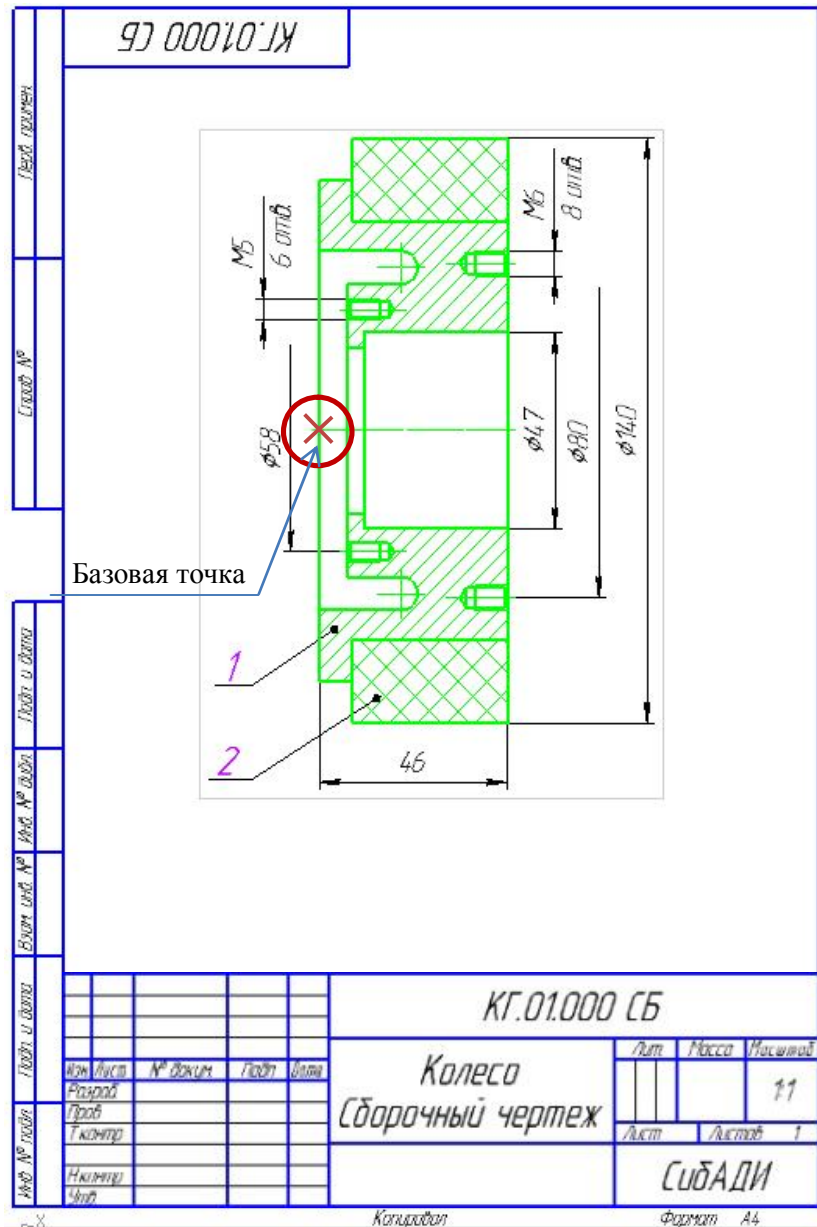

Рис. 4.11. Сборочная единица «Колесо» с указанием базовой точки для копирования
- Откройте чертёж сборочной единицы «Колесо», который находится в папке «... \Колесо\Колесо Сборочный чертёж _ КГ.01.000 СБ» (рис. 4.11).